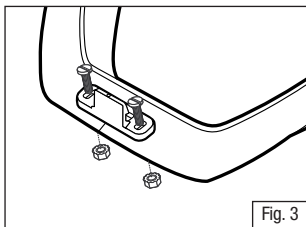

Fig. 3
6. Fixer le verrou à la partie inférieure avant du cadre à l'aide des vis à filets interrompus 4-40 noires et des écrous à taquets. Régler la position du verrou vers l'avant ou vers l'arrière à la position désirée pour maintenir l'écran facial à grande visibilité abaissé. Serrer les deux ensembles vis-écrou. (Fig. 3)